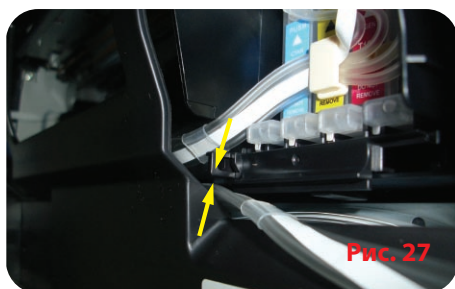

Рис. 27
6.10. Подвиньте аккуратно рукой каретку из крайнего правого положения в крайнее левое, шлейф не должен перекручиваться и заклинивать каретку, при необходимости подтяните (отпустите) лишний (не достающий) шлейф. При движении каретка не должна касаться шлейфа в парковочном положении каретки. (Рис. 27).